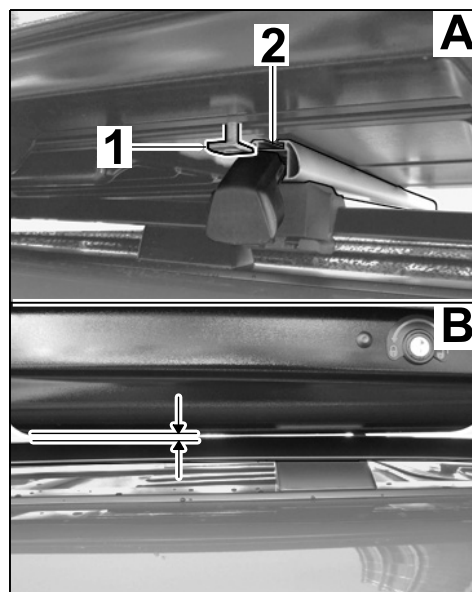

Fig. 4
4.2 Ouvrir le capuchon du système de portage (avant / arrière) de ce côté (⇒ Manuel technique du véhicule, chapitre 'Système de transport sur toit') et poser la malle de toit 320 sur le système de portage (⇒ Fig. 4).
4.3 Contrôler la position du coulisseau le plus proche (goujon en T M8 x 55) par rapport à la rainure dans le support du système portage et l'ajuster le cas échéant (⇒ Fig. 4-A-).
Lors du montage, s'assurer que la distance entre le fond de la malle de toit vers le pavillon / et le bord supérieur de la rampe de pavillon (⇒ Fig. 4 -B-) est suffisante! Le cas échéant, repositionner la malle de toit vers les barres supports.